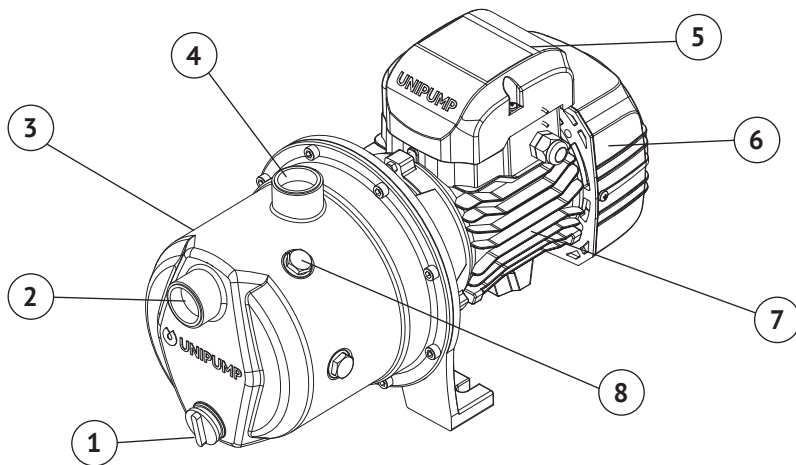

Рисунок 2 – Общий вид насоса
- 1) Отверните заглушку заливного отверстия (поз. 8, рисунок 2).